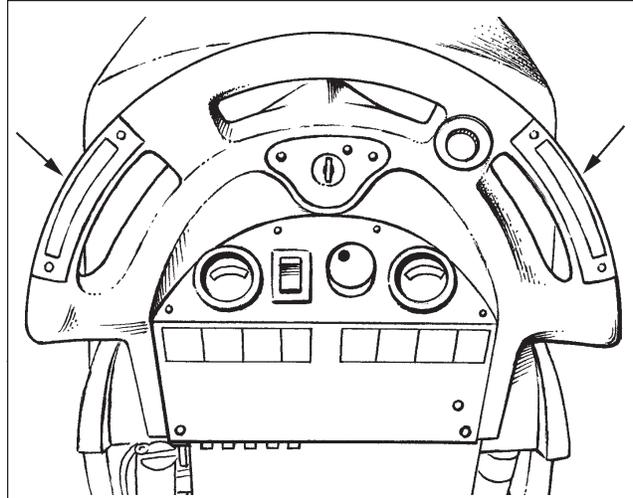

Figure 1
8. Pour le modèle L2426 : appuyez sur l'un des interrupteurs AV/AR tout en poussant sur le bouton blanc marche arrière. En marche arrière, guidez la machine sur la rampe. Voir figure 1.